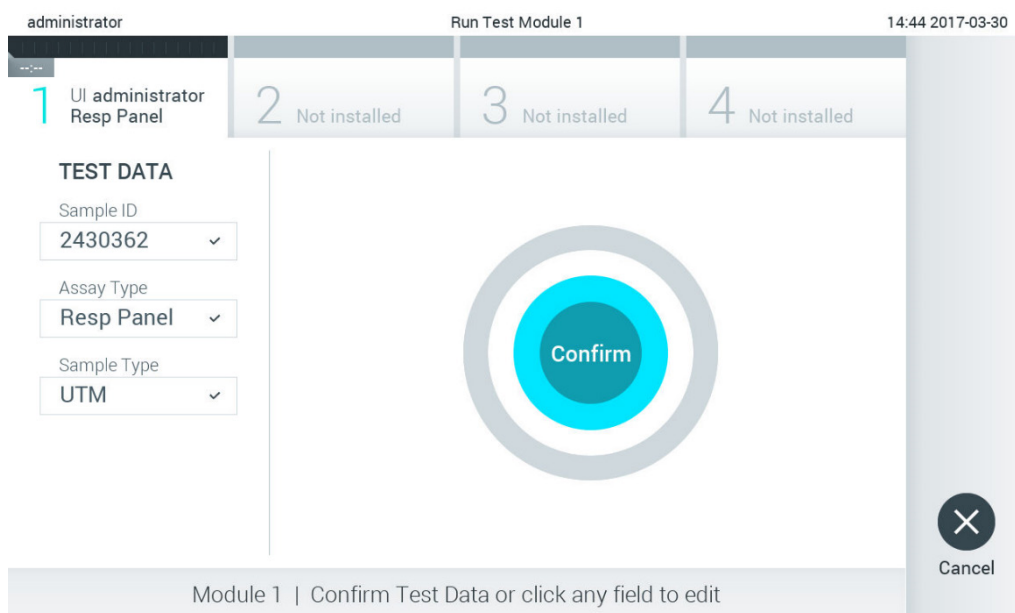

Figure 26. Écran Confirm (Confirmation).
5. L'écran Confirm (Confirmation) s'affiche. Vérifiez les données saisies et introduisez les modifications nécessaires en appuyant sur les champs correspondants de l'écran tactile et en modifiant les informations (figure 26).